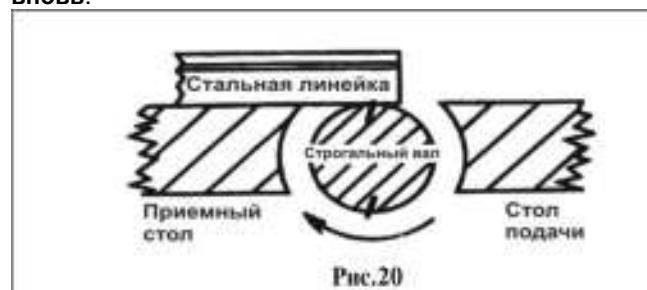

Рис.20
9.4. Регулировка высоты строгальных ножей (замена, установка) Рис. 20, 21
9.4.2. Отключите электрическую вилку станка из питающей розетки электросети. Вращайте строгальный вал до положения проверяемого ножа как, показано на Рис.20 (верхнее положение ножа).